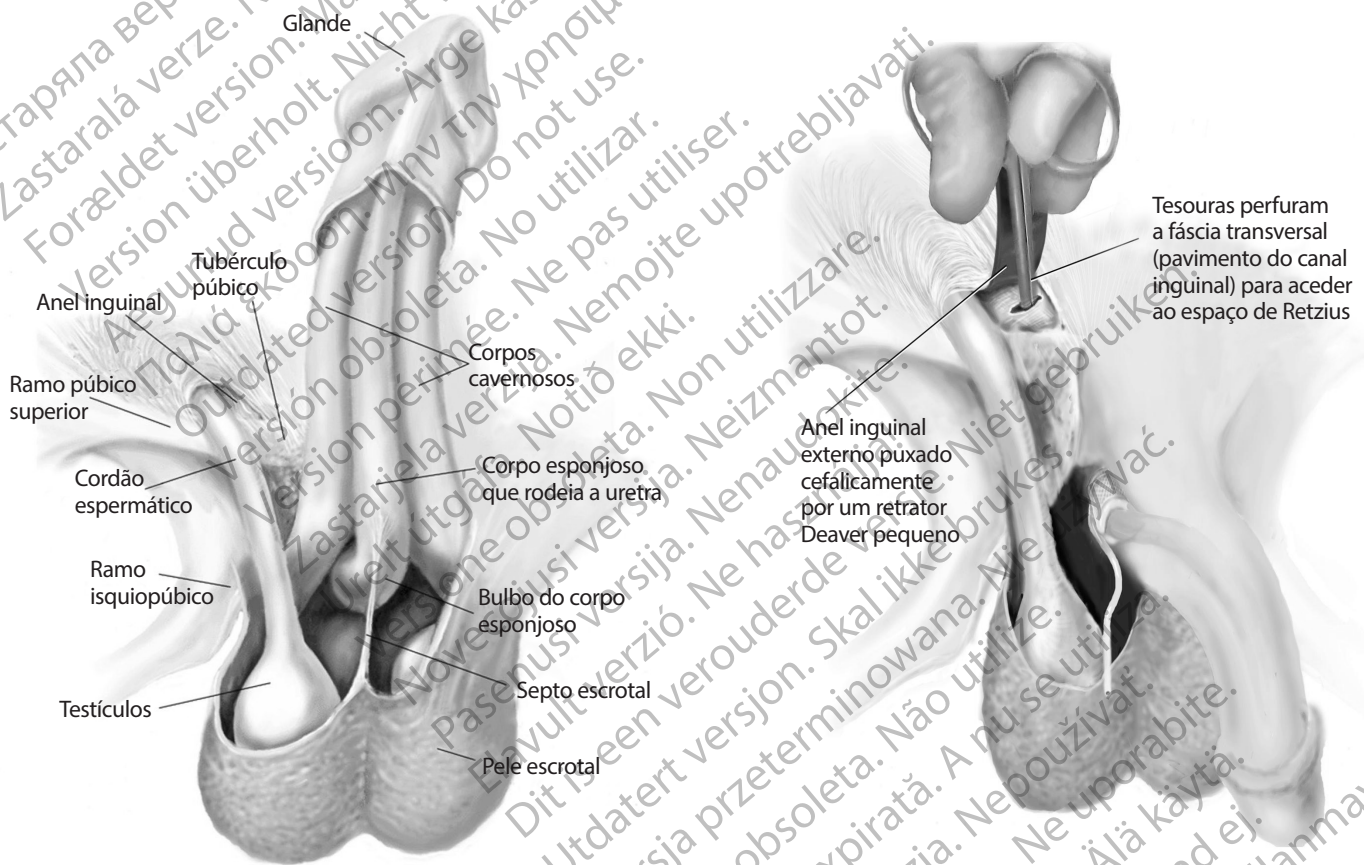

Figura 4-21.
- a. Esvazie a bexiga, retire o retrator Scott e desloque a incisão escrotal para o lado do pênis. Coloque o BRP no espaço retropúbico localizando o anel inguinal e perfurando a fáscia transversalis. Após a implantação do BRP, estreite a abertura através da colocação de uma sutura absorvível. (Figura 4-21)